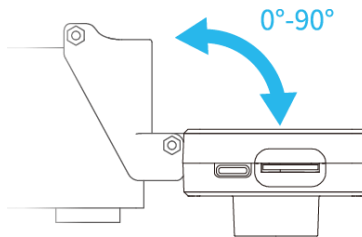

图 3.10 调整 AI 摄像头套件角度
**步骤 5** 调整AI摄像头套件的角度，角度可调范围：0°-90°，如图 3.10所示。